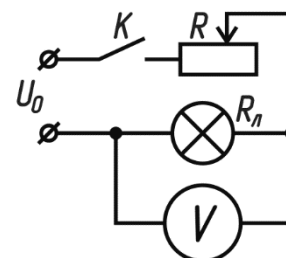

Рисунок 1
1. Для получения на лампе номинального напряжения 3,5 В собирается схема (см. рис. 1), где переменный резистор 10 Ом используется для понижения напряжения на лампе до номинального, что контролируется с помощью вольтметра (так как цена деления вольтметра 0,2 В, устанавливаем резистором значение напряжения 3,6 В).